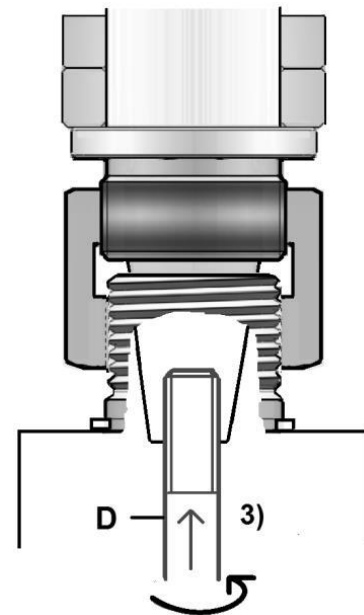

Рисунок 12
**При снятии оправки шпинделя** сначала извлеките стержень (D, Рис. 12 и 13).